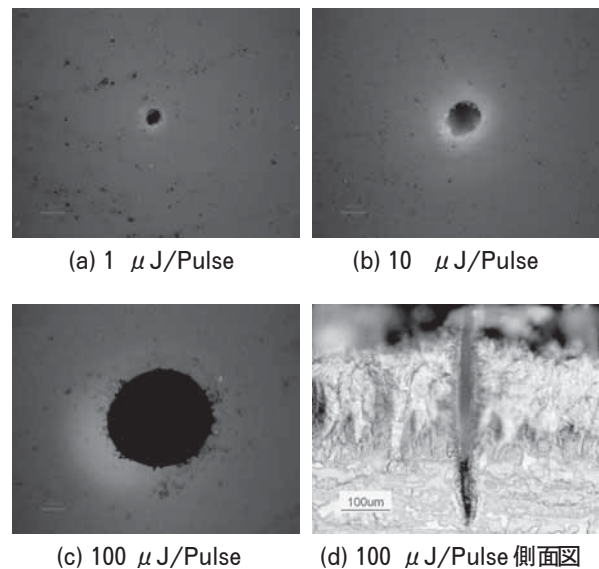

図1 フェムト秒レーザーの加工痕
フェムト秒 (fs) レーザーは、ミクロンオーダーの加工が可能で、かつ、非熱的な加工が行えるため、微細加工に向けた極短パルス光源である。図1はfsレーザーをレーザーパワーを変えて透明アクリルに照射したときの加工痕である。ただし、繰り返し周波数は1kHz、照射時間は1秒である。この図より、レーザーパワーを増加させると加工痕が、7、13、42 μm と大きくなるのが分かる。しかし、図1(d)をみると、加工穴側壁周辺部は明らかに状態変化しているが分かる。レーザー加工による熱影響は、被加工物の物性を変えるため、特に微細加工において熱影響は極力小さくしたい。そのため、非熱的加工を維持しながら、どこまでレーザーパワーを大きくできるかが効率的な加工を行う上で重要である。
fsレーザー加工中の被加工物の温度分布を3方向から測定した。今回サーモグラフィで温度分布を測定したことで、レーザー照射領域と比較して、被加工物の表面温度がかなり広範囲で変化することが確認できた。また、アクリルが固体から変化する軟化温度85℃以上になることが確認でき、図1(d)の加工穴側壁周辺部の状態変化が熱による可能性を推測できた。被加工物によらず高分解能で温度分布を測定する場合、②の位置からの測定が良いだろう。以上の結果を今後行う溶融検出に活かしたい。